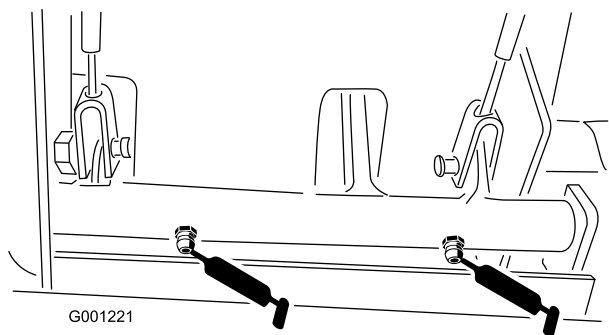

Figure 39
- Bagues de pivots de frein (Figure 39)
- Câbles de freins (côtés pédales de frein et roues motrices) (Figure 39)